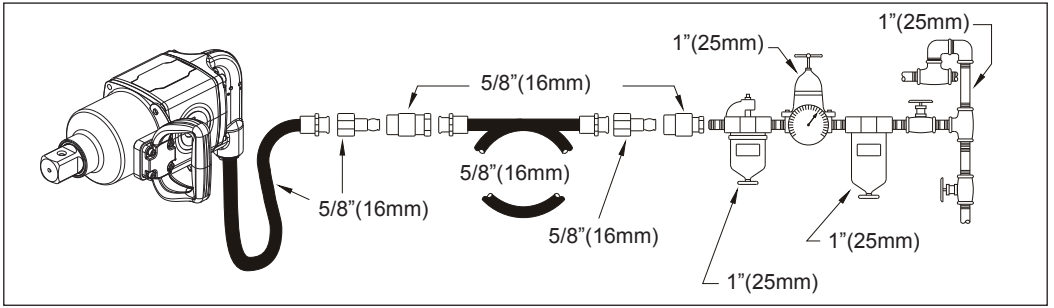
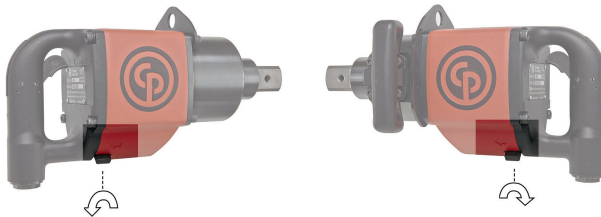

Fig. 01
Fig. 03
- Connect device as shown in Fig. 01 to a clean and dry air supply.
- To start the machine, pull the trigger (A). Machine speed is increase by increasing pressure on the trigger. Release the trigger to stop.
- To switch rotation, turn the switch (B) as shown in Fig. 03.
- Schließen Sie das Gerät wie in Abb.01 an eine saubere und trockene Druckluftquelle an.
- Um die Maschine zu starten, muss der Auslöser (A) gezogen werden. Der Druck auf den Abzug bestimmt die Geschwindigkeit des Motors. Um die Maschine zu stoppen, den Auslöser wieder freigeben.
-  Den Umkehrschalter (B) nur verwenden, nachdem die Antriebsspinde vollkommen angehalten hat. Änderung der Drehrichtung vor Halt der Spindel kann die Maschine beschädigen.
- Die Drehrichtung wird gewechselt, indem der Schalter (B) wie in Abb. 03 gezeigt gedreht wird.